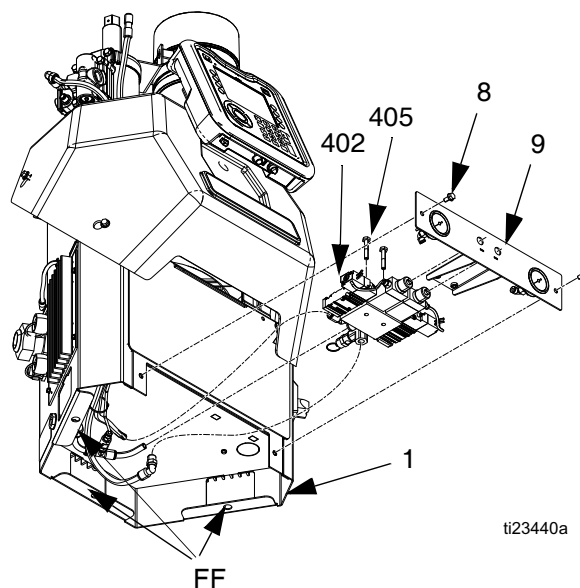
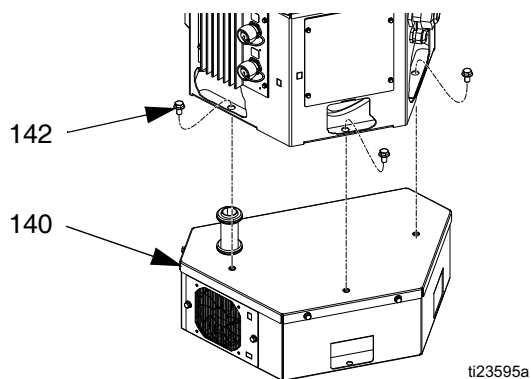

FIG. 50
FIG. 51
Smontaggio (vedere FIG. 50):
4. Rimuovere il pannello di accesso anteriore (10) dal quadro elettrico (1).
5. Rimuovere il gruppo trasformatore; solo per i sistemi da 480 V (vedere FIG. 51):
- b. Rimuovere le tre viti (142) e il sistema InvisiPac dal gruppo trasformatore (140).
6. Utilizzare una chiave a tubo da 9,5 mm (3/8 in.) per rimuovere le due viti (8).
8. Inserire le mani attraverso i fori di accesso (FF), vedere FIG. 50, sulla parte inferiore dell'armadio elettrico, quindi scollegare le linee dell'aria dai solenoidi di comando pneumatico (402).
10. Rimuovere le due viti (405) che fissano le elettrovalvole (402) al gruppo comando pneumatico (9), quindi rimuovere le elettrovalvole di comando pneumatico.
Rimontaggio (vedere FIG. 50):
1. Utilizzare le due viti (405) che fissano i nuovi solenoidi (402) al gruppo comando pneumatico (409).
3. Inserire le mani attraverso i fori di accesso (FF), vedere FIG. 50, nella parte inferiore dell'armadio elettrico, quindi collegare le linee dell'aria ai solenoidi di comando pneumatico (402).
4. Fare scorrere il gruppo comando pneumatico (9) in posizione, quindi utilizzare le due viti (8) per fissarlo all'armadio elettrico (1).
5. Per i sistemi da 480 V, installare il gruppo trasformatore (140) con le viti (142) e ricollegare i fili del trasformatore al connettore J2 sulla scheda dell'AWB e l'interruttore di alimentazione principale.